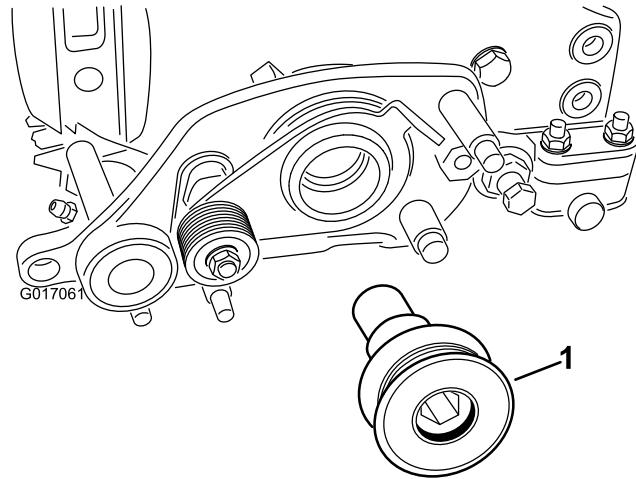

Figura 8
19. Prenda a polia da transmissão do rastelo ao eixo do rolo (Figura 8). Aperte a 170 N·m.